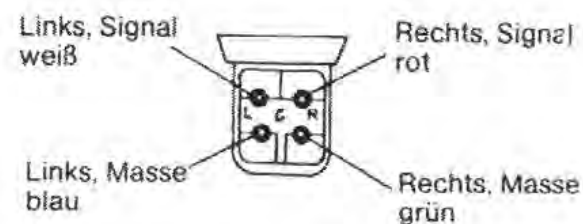

Abb. 6
3. Beachten Sie beim Anschluß des Systems die richtige Zuordnung der Anschlußdrähte, entsprechend Abbildung 6.